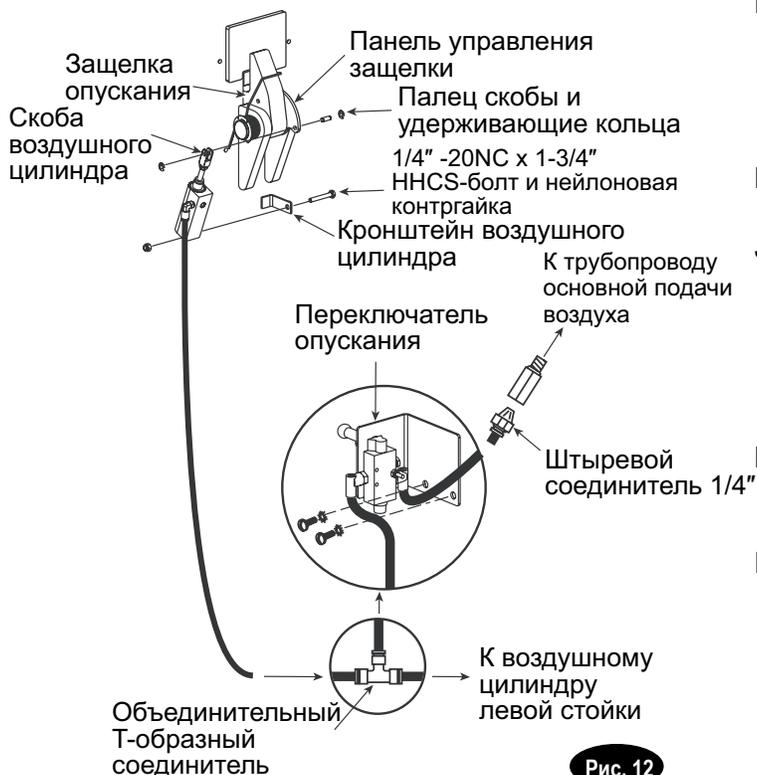

Рис. 12
- A) Для установки цилиндра сначала сдвиньте демпфирующую прокладку по стержню со стержнем в положении втягивания, как показано ниже на рис. 12.
- D) Закрутите скобу кронштейна на вал, выровняйте и надежно затяните контргайку (см. рис. 12).
- H) Сдвиньте одну сторону нижнего поворотного пальца (уже установлен и закреплен на цилиндре) на половину поворотного кронштейна стойки. Установите поворотный кронштейн на стойку, используя (2) 1/4"-20NC x 3/8" дл. PHMS-винта (см. рис. 12).
- L) Установите переключатель опускания на кронштейн стойки, используя (2) 5/16"-18NC x 3/8" дл. PHMS-винта (см. рис. 12)